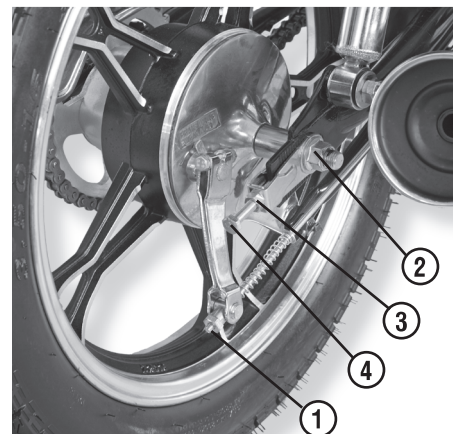

Рис. 19 Гайка регулировки заднего тормоза
Вращая регулировочную гайку (рис. 19, поз. 1), отрегулируйте длину тяги таким образом, чтобы свободный ход, измеренный на конце педали заднего тормоза, составлял 20-30 мм.
1. ослабьте гайку оси колеса (рис. 19, поз. 2)
2. ослабив контргайки (рис. 19, поз.3), равномерно вращая болты растяжек (рис. 19, поз. 4) на обеих сторонах маятниковой вилки, отрегулируйте необходимое натяжение цепи.